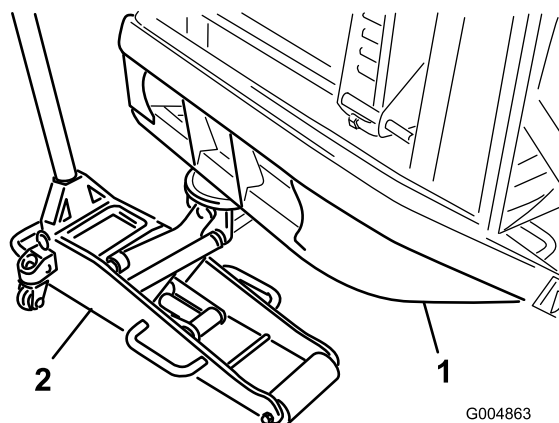

Figura 29
1. Coloque un gato de suelo apropiado debajo del tubo del parachoques trasero, eleve la parte trasera de la máquina y apóyela sobre un gato de suelo (Figura 29).